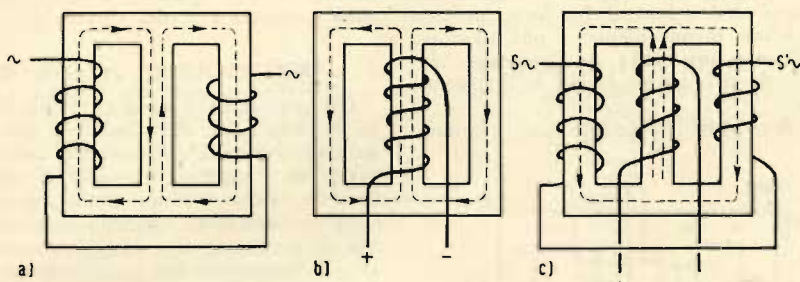
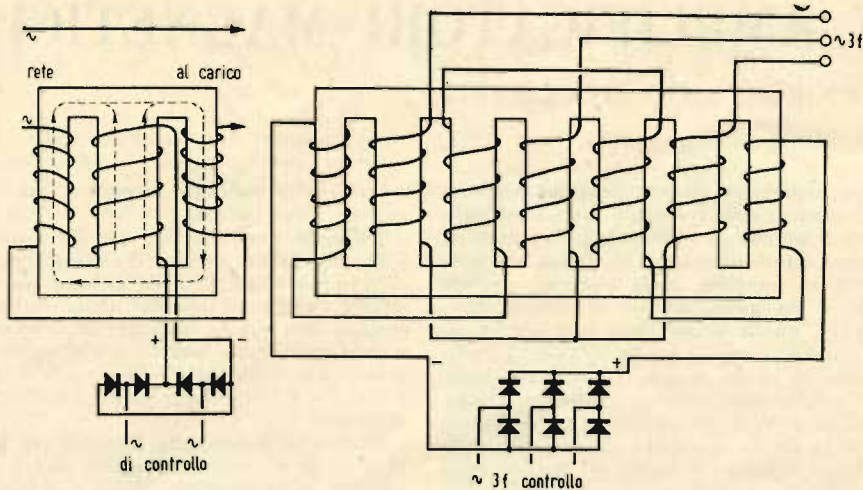
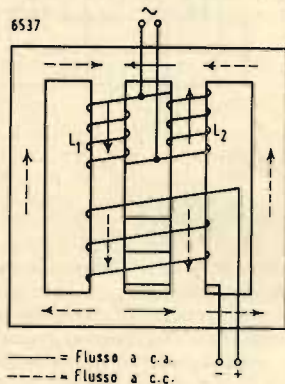
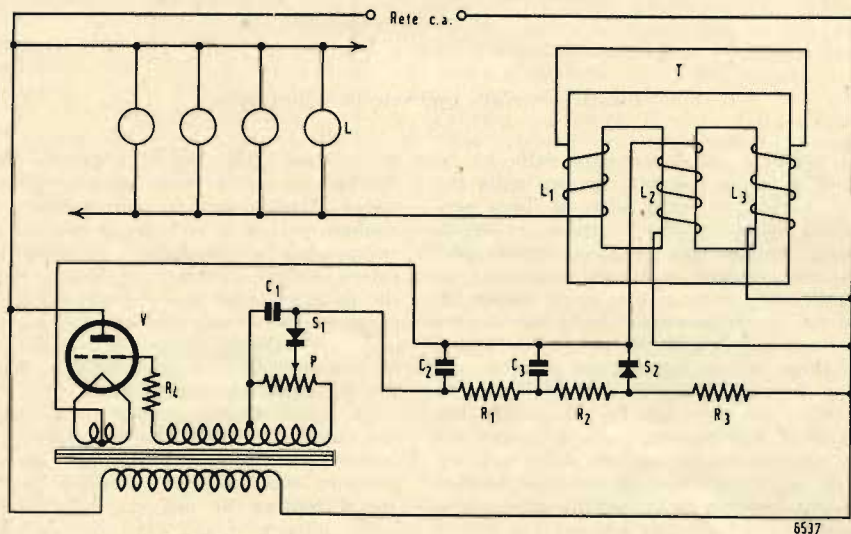

Fig. 1. - Costituzione del trasduttore.
Fig. 3. - Trasduttore monofase e trifase.
Fig. 4. - Trasduttore a bassa dispersione.
Fig. 5. - Trasduttore Brevetto USA N. 2027239.
Fig. 1. - Curva di risposta dell'amplificatore di B.F. per tensione di entrata costante di 0,7 V (da notare l'avvallamento a circa 350 Hz corrispondente alla risonanza della massa d'aria contenuta nel mobiletto).
capì relativi: un flusso magnetico si genera nel nucleo, e il tratteggio ne sta ad indicare il percorso; nella colonna centrale si hanno direzioni opposte di flusso che pertanto si annulla; nella colonna laterale non si ha quindi flusso magnetico, limitandosi questi al solo percorso periferico. Si consideri ora la fig. 1 b, dove è raffigurato lo stesso nucleo, ma con una bobina avvolta sulla colonna centrale e alimentata da corrente continua; si ha in questo caso un flusso magnetico che uscendo dalla colonna centrale si divide in due parti uguali che percorrono le colonne laterali. In fig. 1 c si abbia ancora lo stesso nucleo
Richiamandoci alla fig. 1 c, si supponga d'inserire in un circuito d'alimentazione a c.a. i capi S ed S' delle bobine laterali, mentre nell'avvolgimento della colonna centrale non circola corrente; il dispositivo si comporta come una semplice reattanza avente un'induttanza L in serie con una resistenza R (resistenza propria dell'avvolgimento).
Il funzionamento dei trasduttori magnetici è illustrato nella forma più semplice in fig. 1 a-b-c, dove sul nucleo a tre colonne di fig. 1 a si vedono simbolicamente rappresentate due bobine sulle colonne laterali, fra loro avvolte in senso opposto, e collegate in serie. Si supponga di far passare una corrente alternata in dette bobine applicando una f.e.m. alternativa ai
Per ridurre al minimo la dispersione (dovuta al fatto che il flusso magnetico viene spinto parzialmente fuori dal ferro per effetto dell'aumentata riluttanza in presenza del flusso continuo) è opportuno costruire gli avvolgimenti a c.a. e a c.c. il più vicino possibile. In fig. 3 sono riportati a titolo d'esempio due schemi completi, l'uno per circuiti monofasi e l'altro per circuiti trifasi, il funzionamento del nucleo a 7 colonne riesce intuitivo se lo si considera ottenuto combinando tre nuclei monofasi del tipo di fig. 1 c, ma con gli avvolgimenti laterali alimentati in c.c.
Le f.e.m. indotte dalla c.a. nei due avvolgimenti laterali a c.c. sono uguali e contrarie e quindi si elidono algebricamente, mentre nel caso della fig. 1 c l'elisione avveniva nel nucleo anziché negli avvolgimenti. Sia nella prima disposizione esaminata che nella seconda si hanno notevoli dispersioni, poichè gli avvolgimenti c.c. e
c.a. sono molto lontani fra loro; per ovviare a tale inconveniente si può ricorrere alla disposizione di fig. 4; il nucleo è costituito da 4 colonne di cui le 2 centrali avvolte.
Nella disposizione di fig. 4 l'azione di controllo risulta aumentata e l'inerzia magnetica ridotta. Il ritardo a cui sono soggette queste bobine fa sì che anche per variazioni discontinue della c.c. si hanno sempre regolazioni graduali; questa particolarità può essere molto utile in certe applicazioni, ma può anche costituire un inconveniente in molte altre. In fig. 5 è riportato lo schema di un trasduttore con tubo relay pilota della Westinghouse E. & M. Co-brev. USA N. 2027239, dove L sono le lampade da accendere e spegnere tramite il trasduttore T; L_1, L_2 sono gli avvolgimenti per c.a. con funzione analoga a quelli di fig. 1 a; L_3 è l'avvolgimento a c.c. la cui tensione è controllata dal tubo a scarica V e dal cursore P .
Fig. 1. - Schema elettrico dell'oscillatore e trasmettitore di piccola potenza. Si noti che la tensione di schermo della prima valvola, una 6AC7 che oscilla in un circuito Clapp classico, è stabilizzata mediante una valvola a gas.